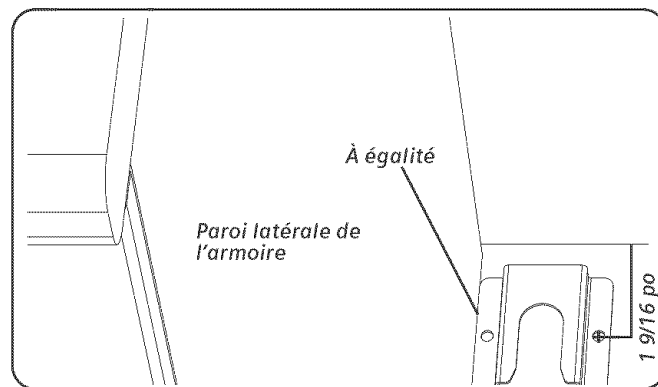

Figure 8
2. Mesurer pour repérer la position de la fixation comme illustré à la figure 8.